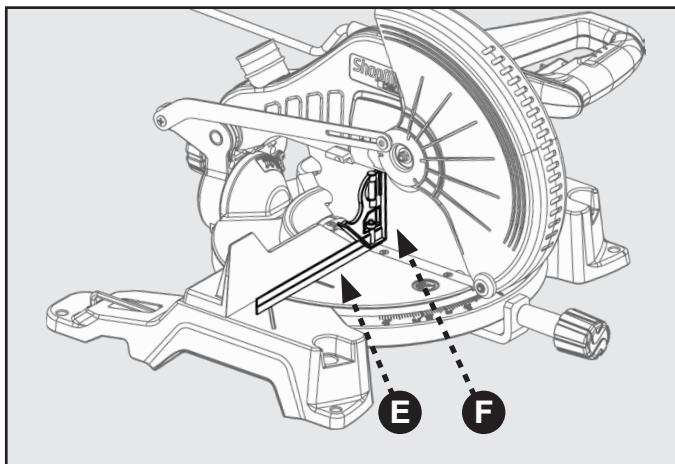

FIGURE 13
Reportez-vous à la figure 13.
7. Placez une équerre combinée (E) contre la table pour que la face de la lame de la scie (F) touche perpendiculairement la partie plate de la lame de la scie et non les dents de la lame.
9. Le bord de l'équerre et la lame de scie doivent être parallèles, comme illustré à la figure 13.